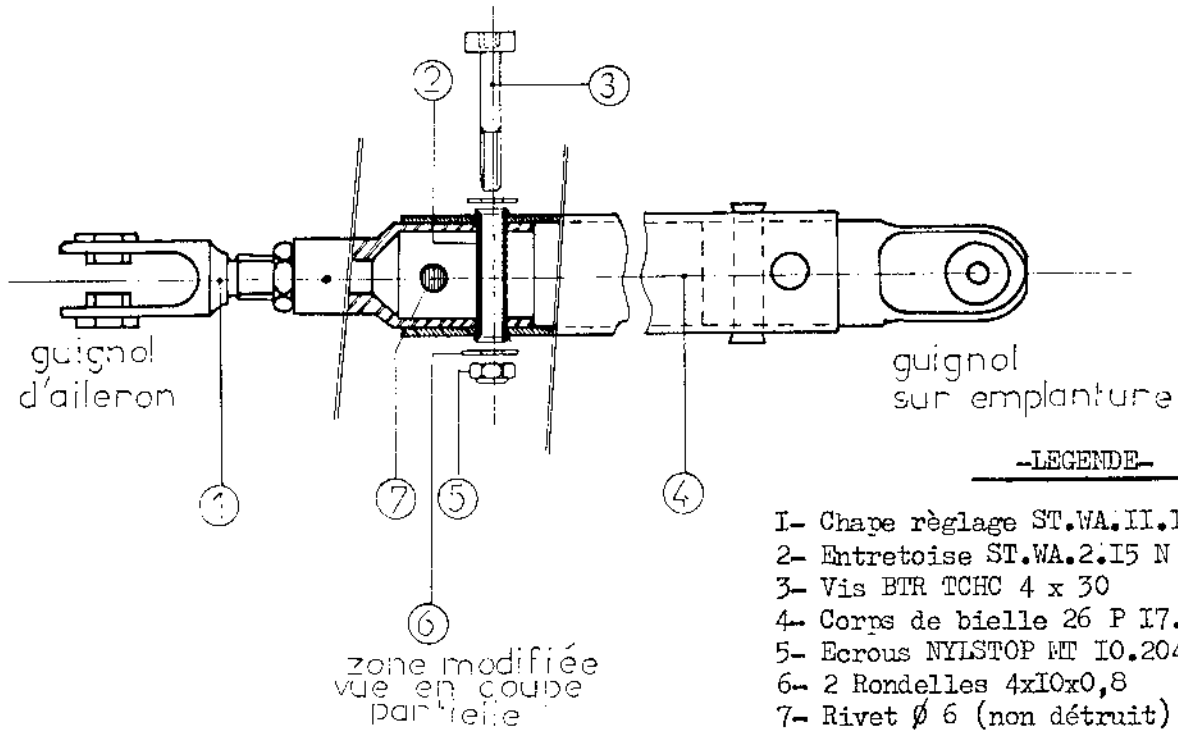

FIGURE 5
- c/ Mettre en place l'entretoise ST.WA.2.I5 N dans le trou du rivet détruit au § 3.5; épanouir légèrement les deux extrémités de l'entretoise dépassant du tube de bielle afin de l'immobiliser en place. La figure 5 montre l'aspect de la bielle de gauchissement après modification (Les manchons plastiques ne sont pas représentés)
- e/ Mettre en place la vis BTR, les rondelles et l'écrou NYLSTOP fournis dans le Kit et selon montage de la figure 5. Ces éléments permettent, en remplaçant le rivet détruit, un démontage facile de la bielle de gauchissement pour déposes ultérieures
A chaque visite annuelle, procéder à l'inspection visuelle de l'état des 4 manchons plastiques mis en place sur les 2 biellettes de gauchissement conformément au présent B.S. Cette inspection n'entraîne pas la dépose des biellettes, elle sera effectuée après débranchement des guignols d'emplanture et d'aileron et en faisant coulisser la bielle pour amener les zones à inspecter au droit des trappes de visite. Si les manchons sont usés ou coupés, les remplacer : pour déposer les biellettes, il suffit de défaire le vis BTR rep. 3 fig. 5.